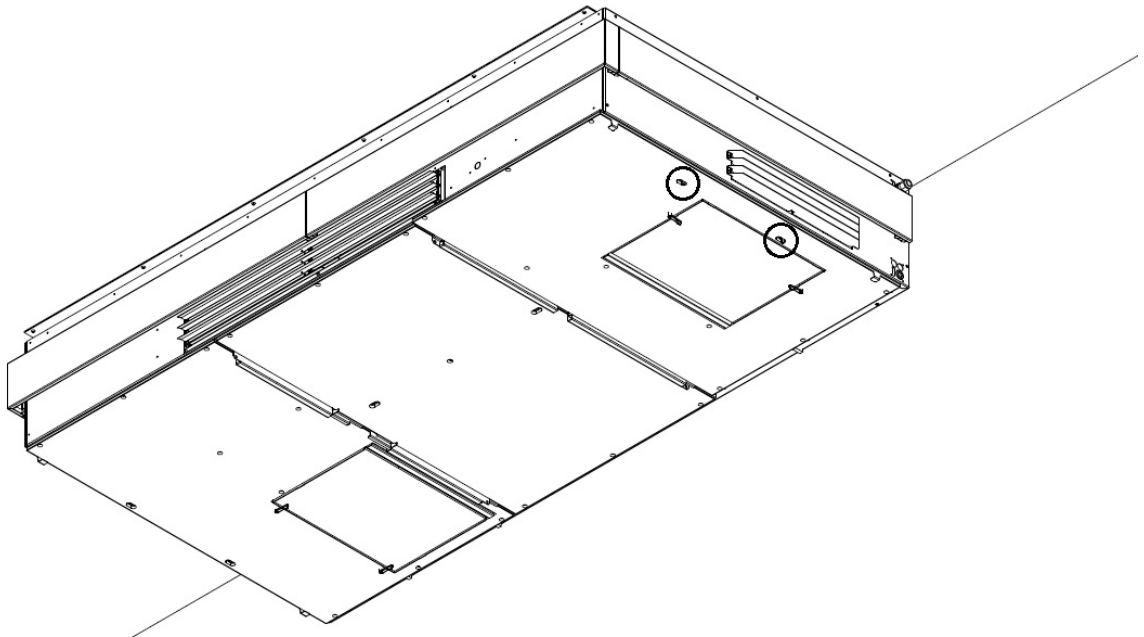
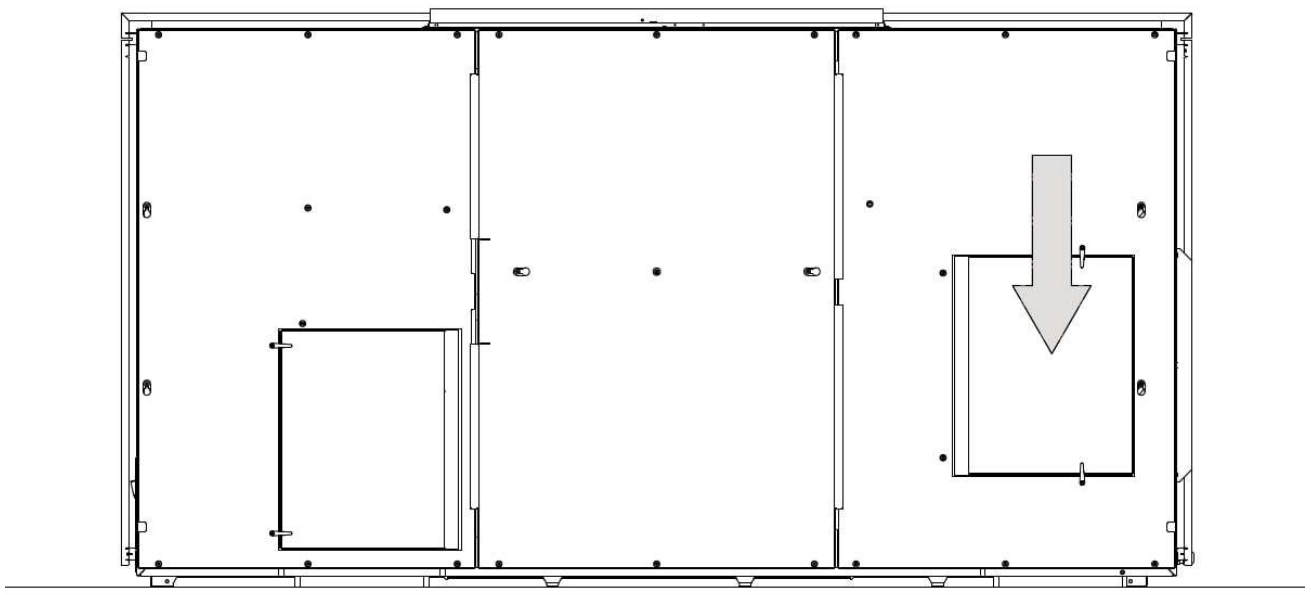

Abbildung 47: Schlüsselloch in der rechten Stahlplatte
Abbildung 48: Stahlplatte gegen die Wand schieben
12. Heben Sie die Platte wie zuvor an und schieben Sie sie zur Wand, um sie zu verriegeln, siehe Abbildung 47 und Abbildung 48.